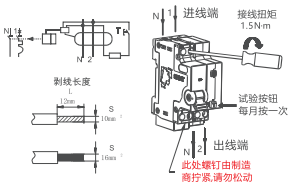

图5 NXBFLE-40接线方式
5.4 适用于铜导线连接，导线选择见表2，接线方式及剥线长度示意图如下图5